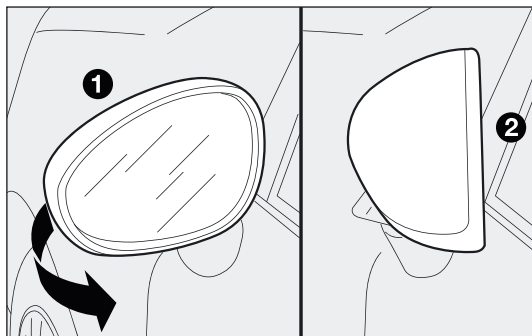

fig. 39
De spiegel kan (bijv. bij nauwe doorgangen) van stand 1 – fig. 39 in stand 2 worden geklapt.
**Tijdens het rijden moeten de spiegels altijd in stand 1 – fig. 39 staan.**